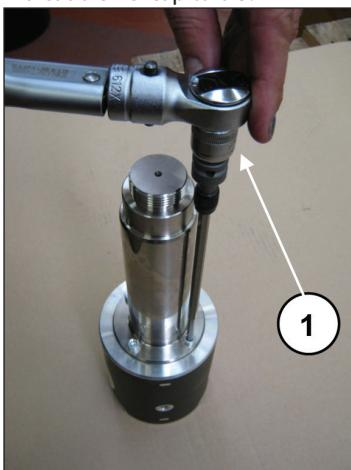

Fig. 46
Bloquear la guía del pistón con la herramienta específica y apretar los tornillos con la llave dinamométrica (pos. ①, Fig. 46) como indicado en el capítulo 3.